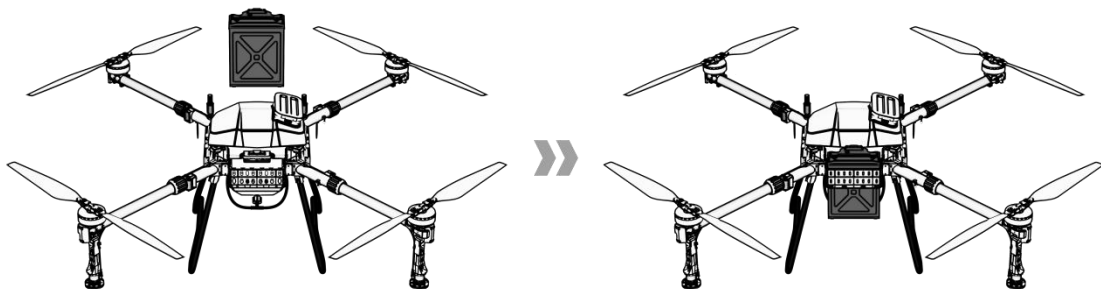

Figura 1-36 Inserte la batería
Step 2: Conecte el puerto de salida de la batería al cuerpo, y la batería estará bloqueada cuando escuche un "clic". Vea la Figura 1-36.